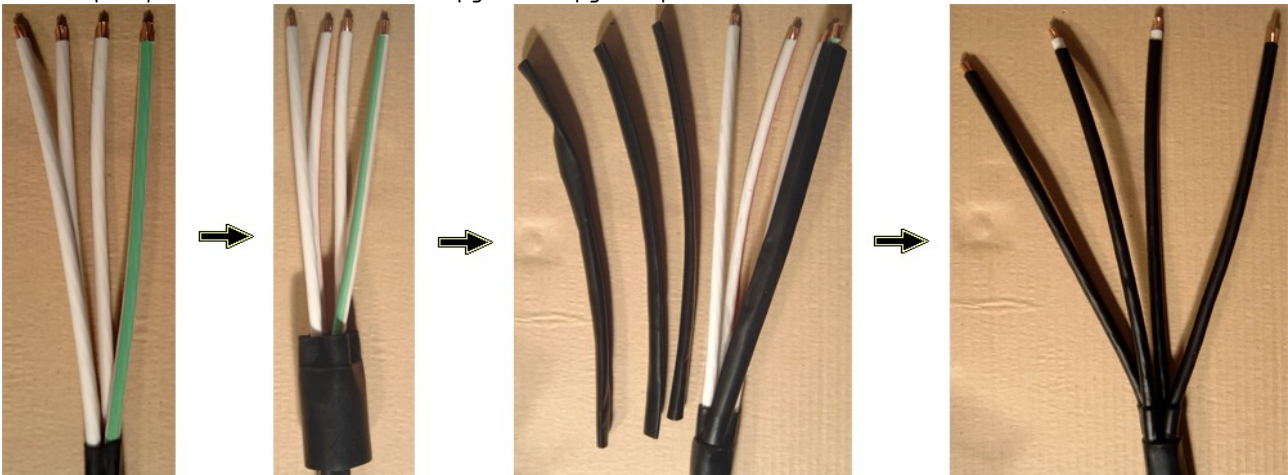

Рис.5.3. Порядок разделки кабеля
5. Разделайте силовые кабели, для этого снимите оболочку кабеля длиной 500–450мм, зачистите концы проводов длиной 8мм, оденьте и обсадите феном перчатку, а затем нарежьте, оденьте концами повер перчатки и обсадите изолирующие трубки (рис.5.3).